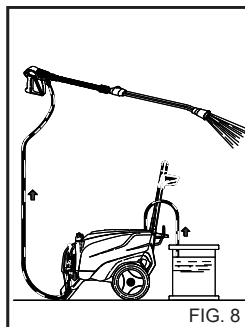

FIG. 8
Efter brug af rengøringsmidlet, skal rengøringsmiddelindtaget skylles ud med rent vand. (Fig. 8).
- 1) Efter brug sammen med rengøringsmidlet skal højtryksvandsystemet skylles omhyggeligt: Lad pumpen være aktiveret i 1 minut, mens doseringshanen er fuldstændigt lukket. (fig. 8).
- 4) Efter brug sammen med rengøringsmidlet skal højtryksvandsystemet skylles omhyggeligt: Lad pumpen være aktiveret i 1 minut, mens doseringsshanen er fuldstændigt lukket. (fig. 8).